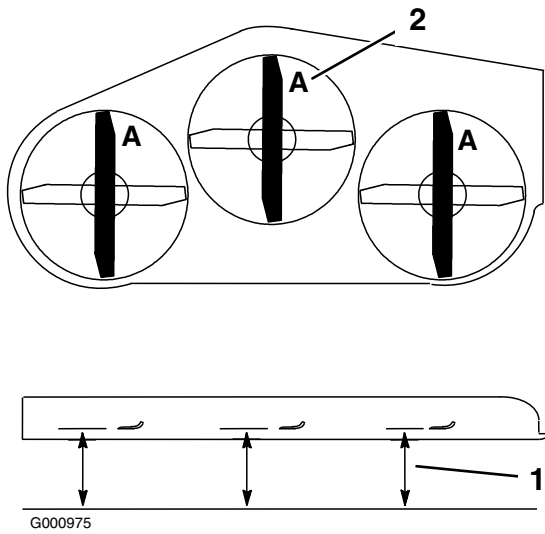
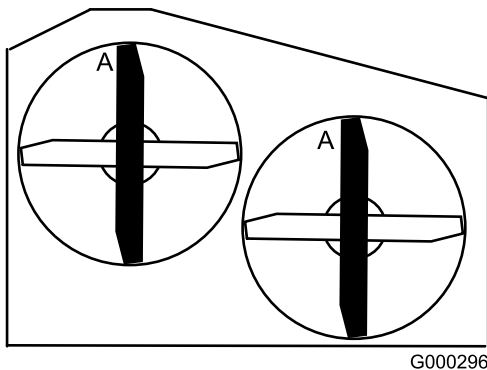

Figura 73
Figura 74
- Con la máquina ubicada en una superficie nivelada, coloque una cuchilla en posición longitudinal. Mida en la posición A desde una superficie nivelada hasta el filo de corte de los extremos de la cuchilla (Figura 73). Para las plataformas de cortacésped de 36 pulgadas, consulte la Figura 74.